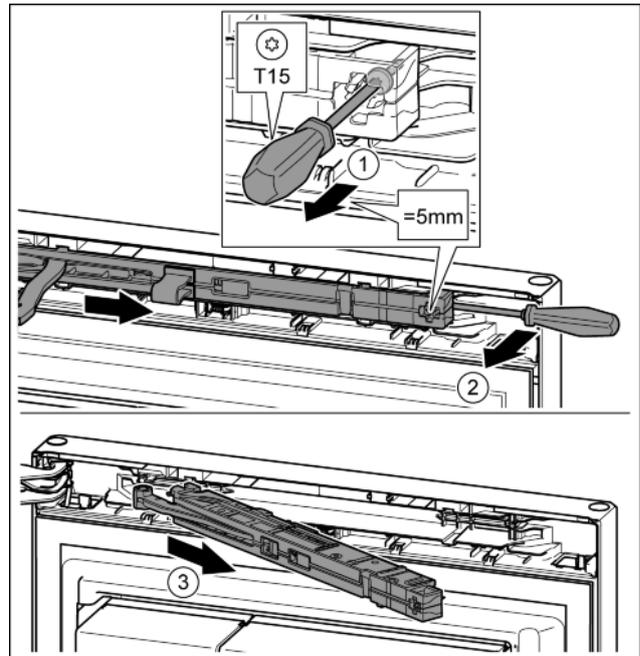

Fig. 14
- ▶ Schraube an Schließdämpfereinheit mit Schraubendreher T15 ca. 5 mm lösen. *Fig. 14 (1)*
- ▶ Mit einem Schraubendreher griffseitig hinter die Schließdämpfereinheit fahren und nach vorne drehen. *Fig. 14 (2)*
- ▶ Schließdämpfereinheit herausziehen. *Fig. 14 (3)*